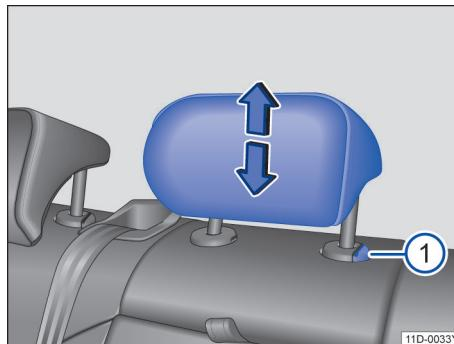

图 65 调整后排头枕
- 按住按钮→图 65(1)，同时沿箭头方向上推或下压头枕即可将头枕调整至合适高度→▲。